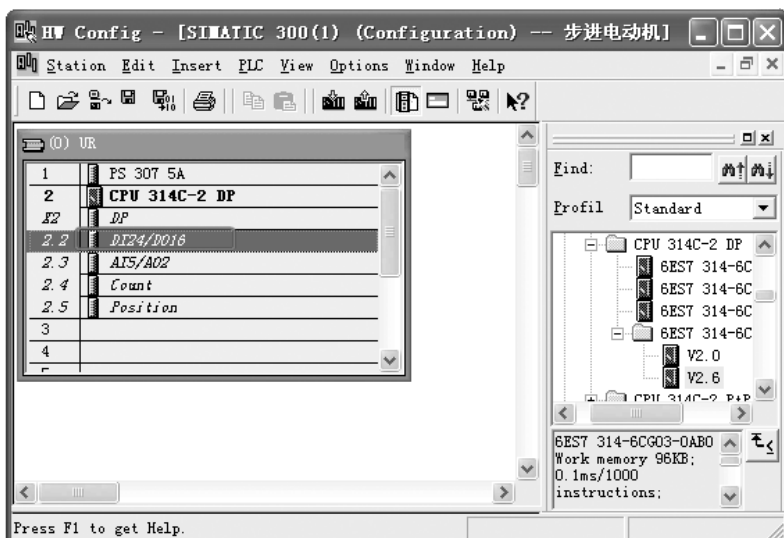

图 5-95 新建项目并打开硬件组态
① 创建一个新项目。首先，起动 STEP5.5，创建一个项目名“步进电动机”的项目，打开其硬件组态界面，如图 5-95 所示。